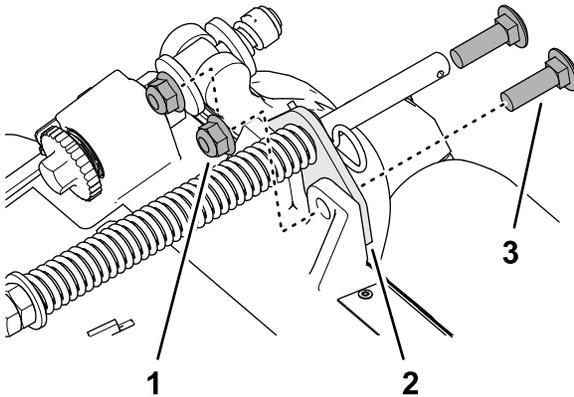

図 18
2. ターフ補正器用ブラケットをカッティングユニットのフレームに固定しているフランジロックナット $\frac{3}{8}$ "2個、キャリッジボルト $\frac{3}{8}$ x 1- $\frac{1}{4}$ "2本を外す 図 18。